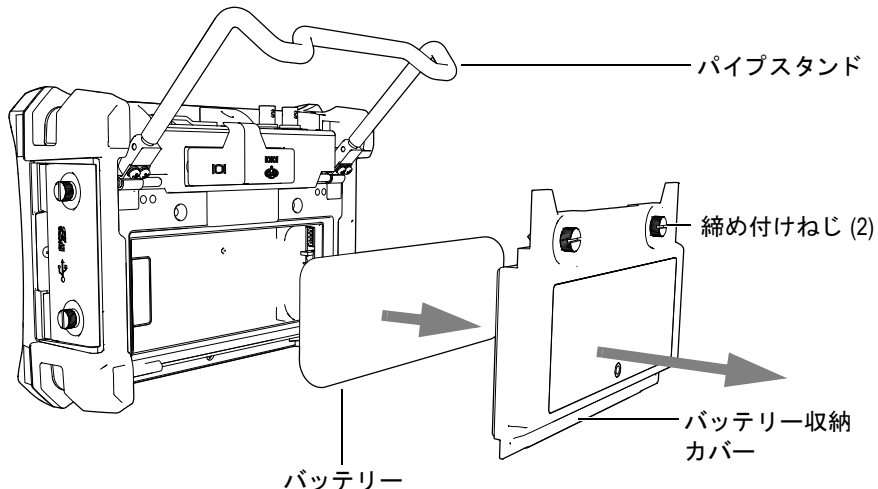

図 1-7 リチウムイオンバッテリーを取り外す
2. 探傷器の背面で、バッテリー収納カバーを固定している 2 本の締め付けねじを緩めます（25 ページ図 1-7 参照）。
3. バッテリー収納カバーを取り外します（25 ページ図 1-7 参照）。
6. 探傷器の背面にバッテリー収納カバーを取り付け、2本の締め付けねじを締めます (25 ページ図 1-7 参照)。